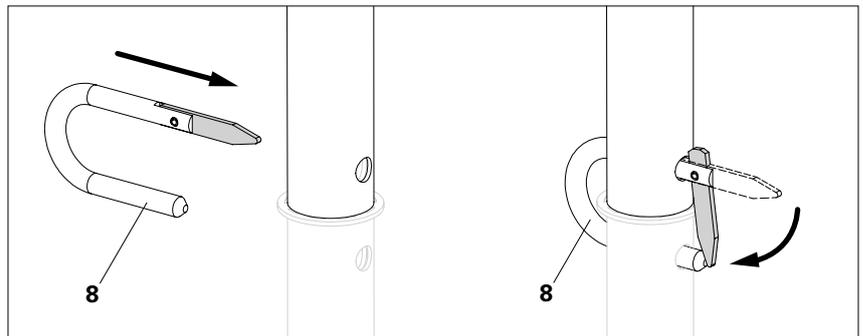

Fig. A1.08a
2. Desde el nivel de montaje, monte marcos PD 5 adicionales en el nivel inferior y asegúrelos con un marco de doble pasador (8). (Fig. A1.08a)